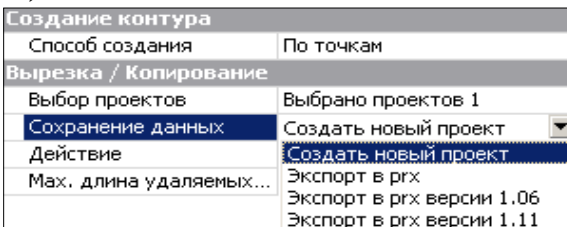

Рис. 6.37
При этом в зависимости от выбранной настройки параметра **Сохранение данных** будет создаваться отдельный проект в данном наборе проектов или проект на локальном диске – файл формата PRX разных версий (рис. 6.37).
- Контролируется длина масок после обрезания – удаляются маски, длина которых меньше значения, заданного пользователем через параметр **Max. длина удаляемых масок** (рис. 6.37).